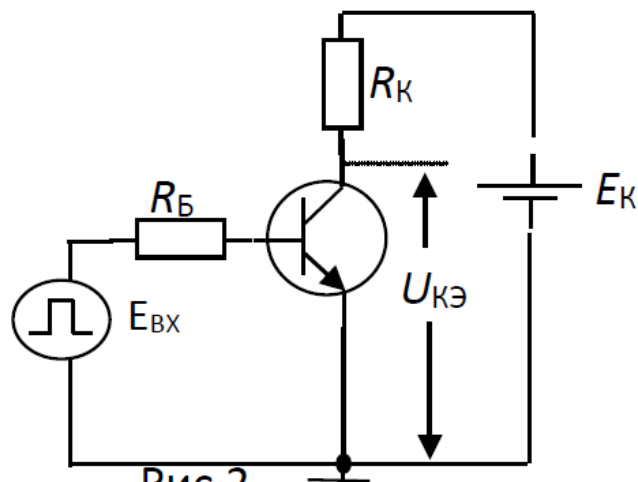

Рис.2
2. В схеме рис.2 $E_k=10\text{ В}$; $R_k=10\text{ Ом}$; $R_b=200\text{ Ом}$; $\beta=50$, $E_{вх}=2\text{ В}$.
2. В схеме рис.2 $E_K=10$ В; $R_K=10$ Ом; $R_B=200$ Ом; $\beta=50$, $E_{BX}=2$ В.